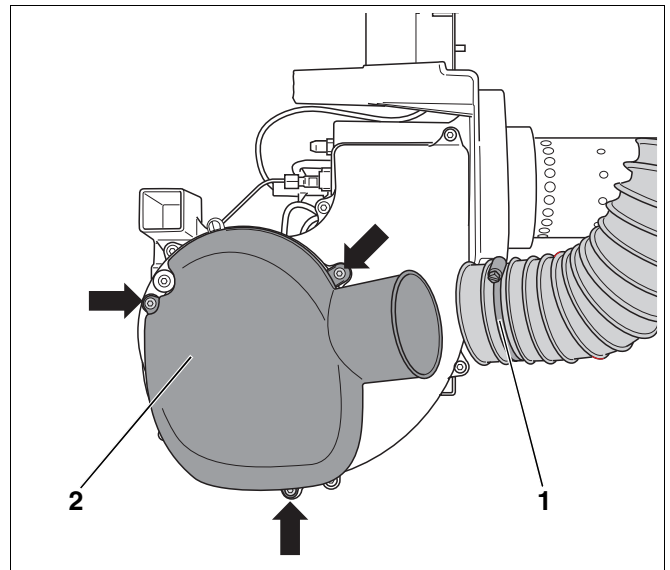
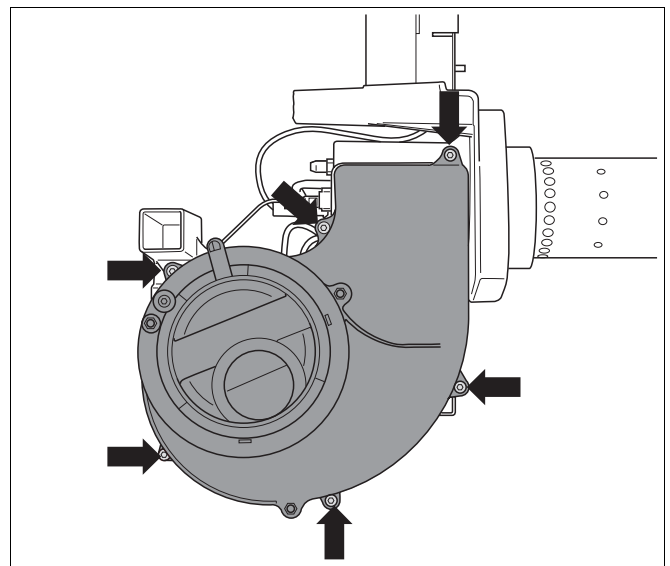

Abb. 28 Ansaugschalldämpfer demontieren
Abb. 29 Gebläseradabdeckung demontieren
- Spezialschlauchschele (Abb. 28, **Pos. 1**) der Verbrennungsluftzufuhr für raumluftunabhängigen Betrieb lösen.
- Die Befestigungsschrauben (Abb. 28, **Pfeile**) lösen und den Ansaugschalldämpfer (Abb. 28, **Pos. 2**) abnehmen.
- Die sechs Befestigungsschrauben (Abb. 29, **Pfeile**) lösen und die Gebläseradabdeckung abnehmen.
- Gebläseradabdeckung (Abb. 29) und Ansaugschalldämpfer (Abb. 28, **Pos. 1**) wieder befestigen.
- Die Spezienschlauchschele (Abb. 28, **Pos. 1**) lösen und Ansaugschlauch abziehen.